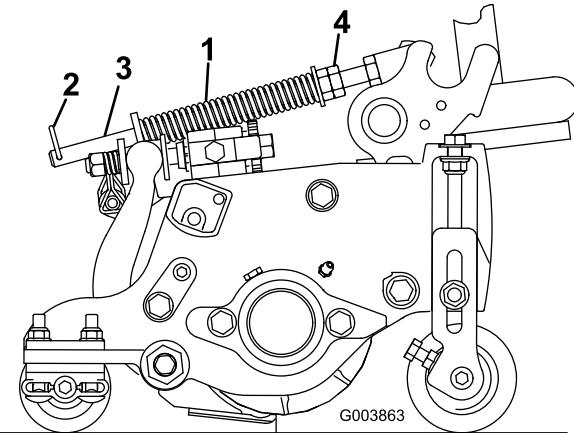

Figure 15
Le ressort de compensation (Figure 15) transfère aussi le poids du rouleau avant au rouleau arrière. (Cela évite la formation d'ondulations à la surface de la pelouse.)
1. Vérifiez que la goupille fendue est insérée dans le trou de la tige de ressort (Figure 15).
2. Serrez les écrous hexagonaux à l'extrémité avant de la tige de ressort jusqu'à ce que la longueur du ressort comprimé soit égale à 15,9 cm (Figure 15).